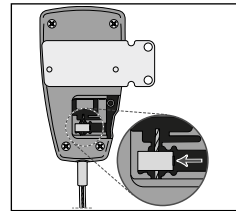

Fig. 9
11. Faccia scorrere il blocco terminale del cavo sul cavo interno in acciaio e posizioni il blocco terminale nella fessura corrispondente del satellite **(vedere la Fig. 9)**.